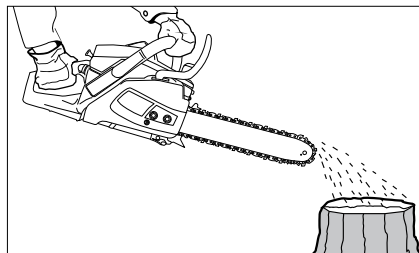

Fig. 13
4. Înainte de începutul lucrului, verificați alimentarea cu ulei: porniți ferăstrăul benzina și țineți-l deasupra unui obiect potrivit. În cazul unei lubrifieri suficiente, se va forma o ușoară urmă de picături de ulei evacuat (Fig. 13).